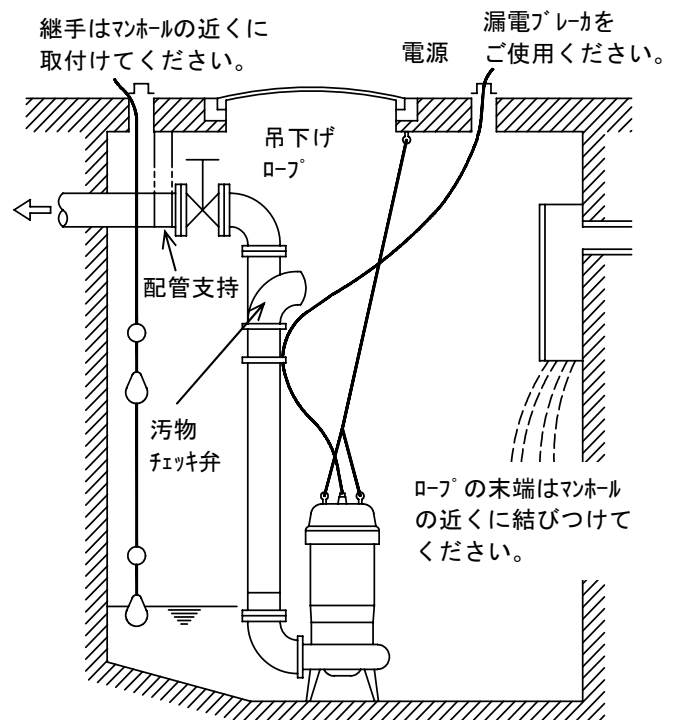
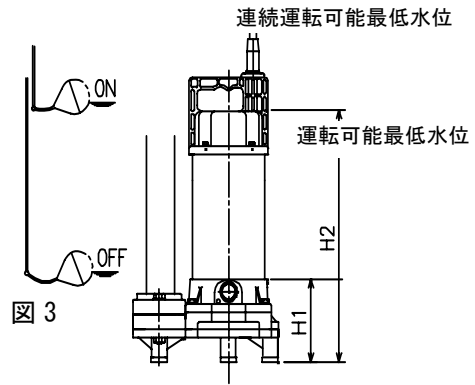

図 2
図 3
- (4) 槽内の流れがある場合には適当な配管を支持してください。（以上図 2 参照）
- (5) 配管は途中空気だまりのできないようにしてください。
- (6) 配管末端は水中に入れないでください。ポンプを停止した時逆流します。（以上図 2 参照）
- (7) 配管にはポンプ 1 台毎に汚物チェック弁を取り付けてください。
- (8) 非自動形ポンプ (PV 型) はフロートによる自動運転装置が内蔵されていないので、ポンプ運転水位には充分注意してください。なお、ポンプの空運転がない様に図 3 の如く、必ず自動運転装置を設け水位設定をお願いします。運転可能最低水位での連続運転は 10 分以内にしてください。これ以上長く運転しますと、電動機内蔵のオートカットが作動しポンプが停止します。